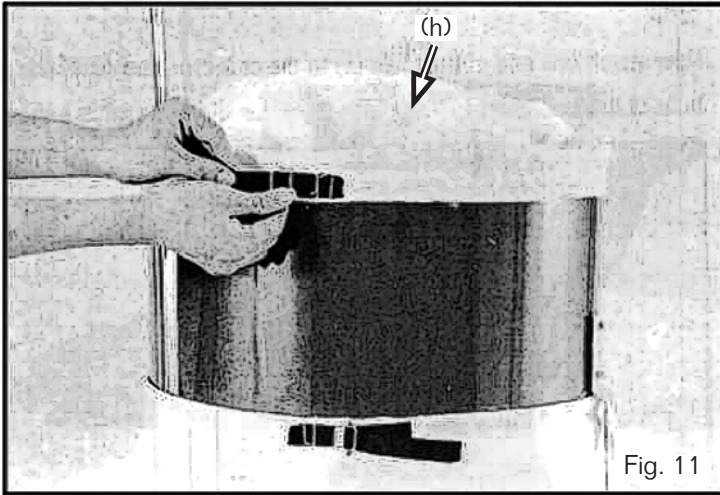

Fig. 11
9. Coloque las bolsas colectoras y de filtro (h) en el colector y asegúrelas con las bandas como se muestra en la Fig. 11